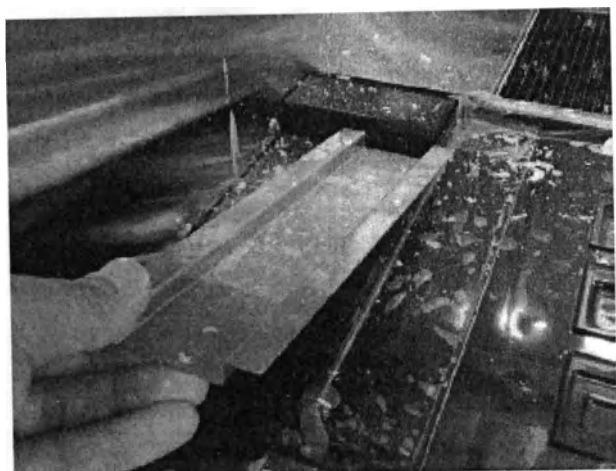

Рисунок 5BBB
1. Откройте дверь базовой формы и извлеките лоток области восстановления (рис. 5BBB).